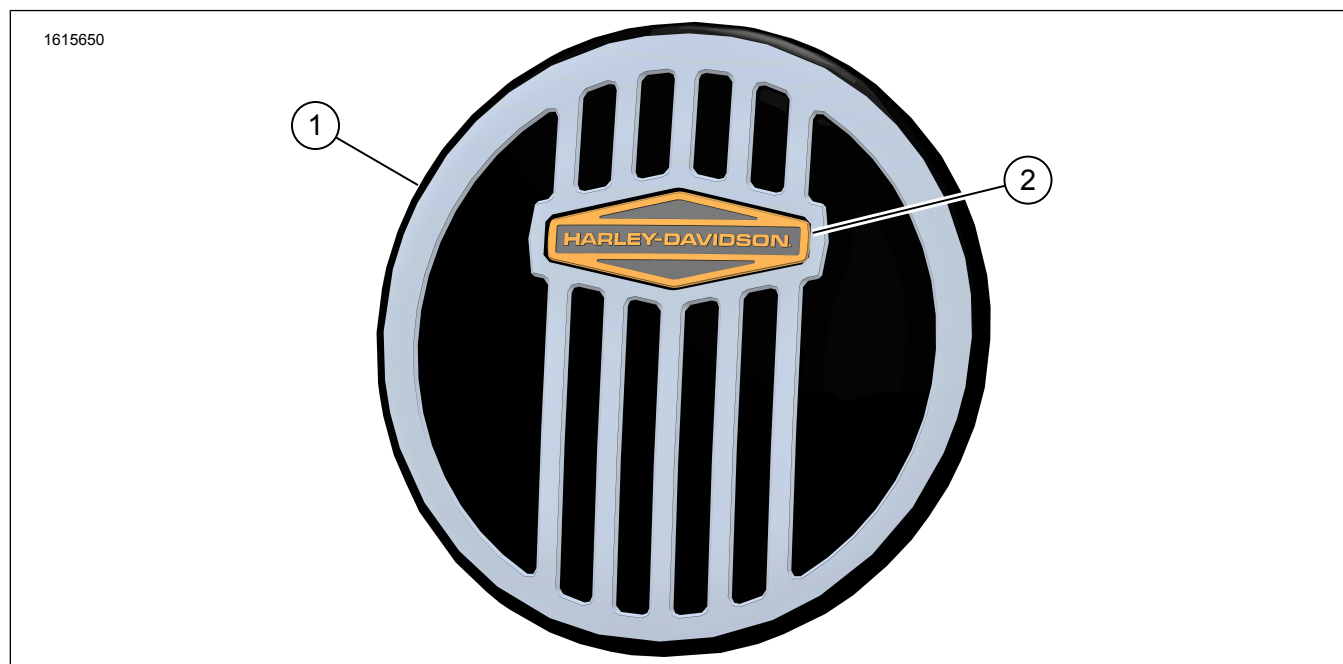

Figure 1. Mga Nilalaman ng Kit: Kit ng Takip sa Console
1. Figure 1 Idikit ang medallion (2) sa takip ng console (1).